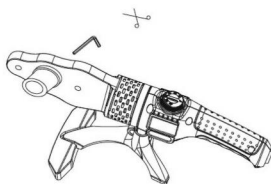

fig.2
- 3) Στερεώστε το εργαλείο θέρμανσης στο μηχάνημα με το κλειδί Άλλεν (fig. 2)